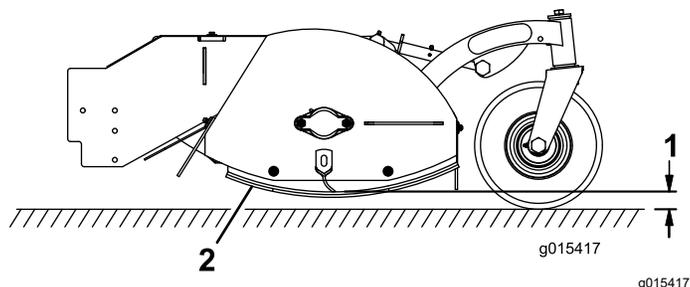

Figura 4
- Allentate i 2 bulloni e i 2 dadi che fissano un pattino antiscalpo e sollevate o abbassatelo in modo che siano più bassi delle lame ma che non entrino a contatto con il terreno (Figura 4).